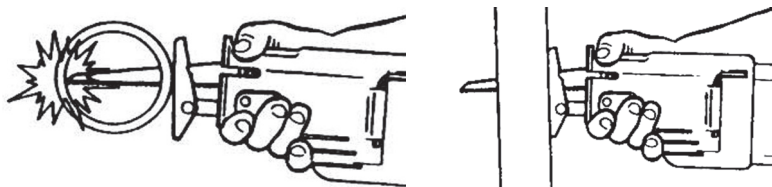

рис.2
**Внимание!** Во избежание повреждения инструмента и травм, убедитесь, что длина пильного полотна превышает толщину детали, которую вы будете пилить (см. рис.2).